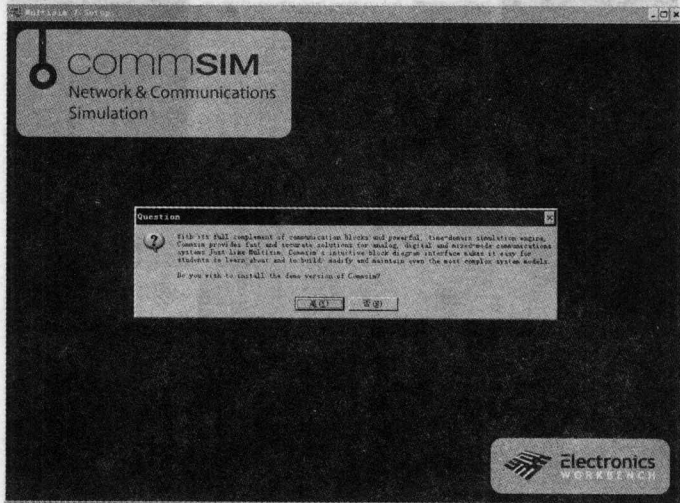

图 1.1.4 COMMSIM 安装提示
(12)在 Multisim 7 安装完成后,系统将询问是否安装加拿大 IIT 公司的另一个仿真软件 Commsim(演示版)。如图 1.1.4 所示 Commsim 是与 SystemView、Matlab 相似的一种系统仿真软件。如果需要安装 Commsim,单击“Yes”按钮,否则单击“No”按钮,我们这里单击“No”按钮。